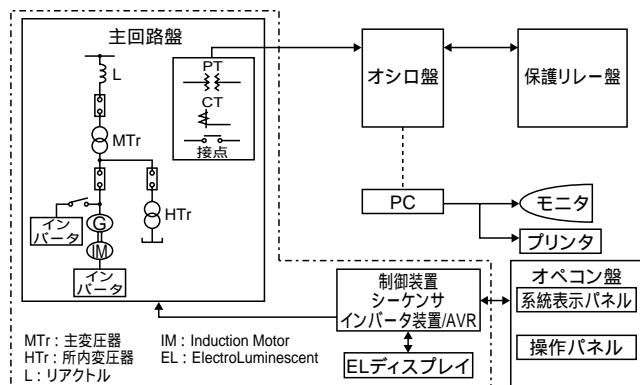

図2. システムの構成 設備間の入出力のインタフェースを示す。
2.2.3 系統設備の制御, 記録解析装置 上記主回路機器やデジタル装置の総合的な監視制御は, シーケンサや監視操作盤(オペレータコンソール盤: 以下, オペコン盤と略記)で, 電気量の記録解析は, オシログラフ(以下, オシロと略記)とパソコン(PC)を組み合わせ, 高度な解析が可能な装置で実施しており, これらの組合せシステムを図2に示す。